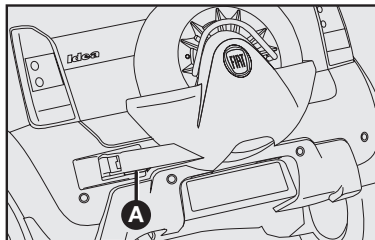

fig. 5
- accione la traba de seguridad del soporte **A-fig. 5** hacia arriba.